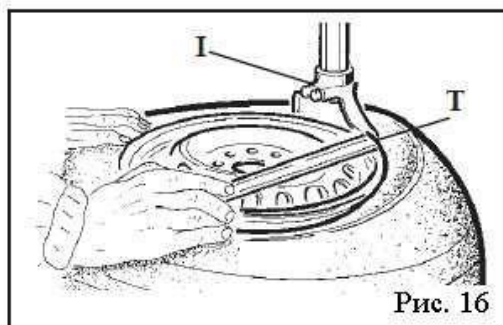

Рис. 16
- С помощью монтировки (Т), расположенной между бортом и передней частью монтажной головки (I), переместите борт шины в положение над монтажной головкой (Рис. 16). Примечание: Во избежание повреждения находящейся внутри камеры, если таковая имеется, советуем провести эту операцию при вентиле, расположенном приблизительно в 10 см справа от монтажной головки.